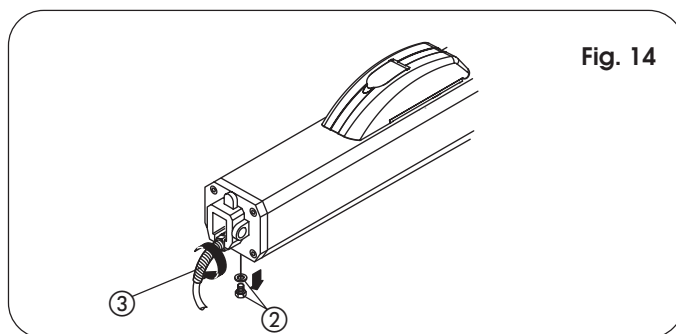

Fig. 14
- A) Inserire i due distanziali antivibranti ② nella flangia anteriore.
- B) Introdurre il carter premendolo con forza nel coperchio posteriore ①.
- C) Fissare il carter con la vite autofilettante ③.
- D) Inserire il coperchio anteriore ⑤ sul carter e bloccare con il tappo FIX ④.
13) Montare il salvapièga cavo elettrico (rif. ③, Fig. 14).
- Riuovere la vite di sfianto (Fig. 14, rif. ②).